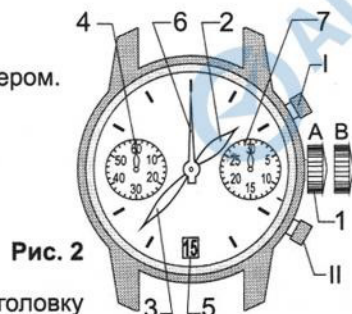

Рис. 2
- Часовую (2), минутную (3) и боковую секундную стрелку (4) Рис.2;
- Секундомер суммирующего действия, емкостью 60 секунд с центральной секундной стрелкой (6) и 30-ти минутным счетчиком (7);
- Календарь чисел месяца в окне циферблата (5).